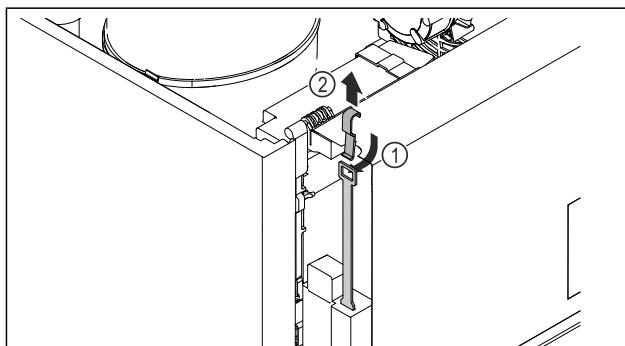

Fig. 207
- ▶ Introduzca la llave de desbloqueo de emergencia Fig. 207 (1) desde arriba, engáñchela a la cerradura y tire de ella hacia arriba Fig. 207 (2).